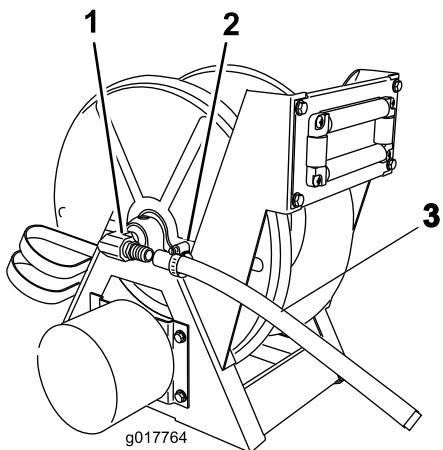

Figura 11
- Collegate l'estremità del flessibile al raccordo ad angolo retto sul lato del gruppo avvolgitubo su cui è presente il serbatoio (Figura 11).